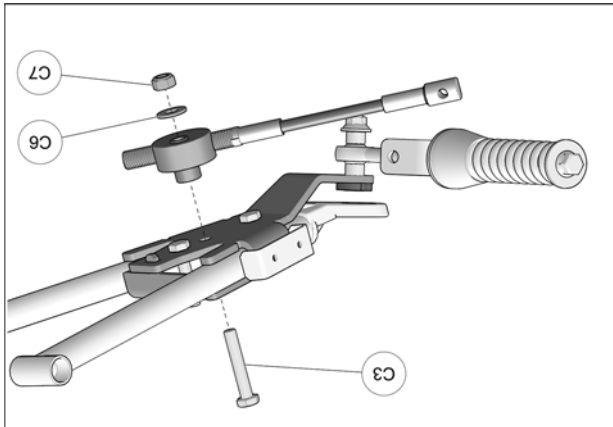

Fig. 21
11. Insérer le boulon (C3) dans le trou central de l'ancrage en passant par l'ouverture du couver. Positionner le disque en aluminium du limiteur de conduite au boulon (C3). Utiliser la rondelle (C6) et l'écrou (C7) pour fixer le limiteur de conduite en place. Serrer à un couple de 50 N•m [37 lb•pi]. Voir la Fig. 21